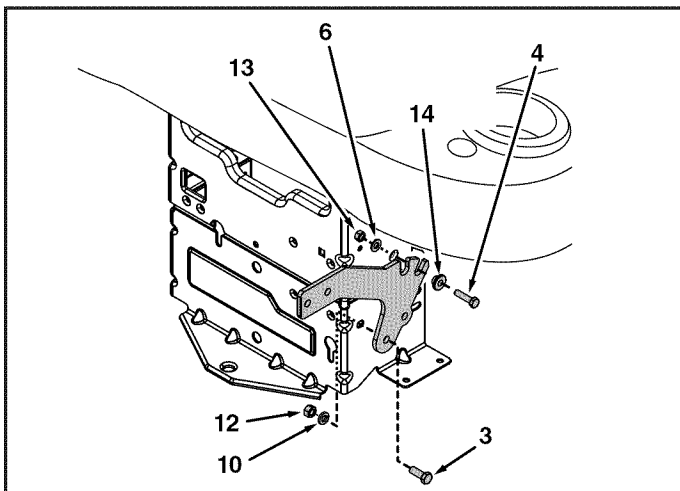

FIGURE 2
3. Montez le bas des deux bras du support (2a) sur les côtés de la barre d'attelage à l'aide de deux boulons hexagonaux de 3/8-16 x 1 po (3), de deux rondelles de blocage de 3/8 po (10) et de deux écrous hexagonaux de 3/8-16 (12). Voir la figure 2.
4. Fixez le haut des deux bras des supports (2a) aux côtés de la barre d'attelage, en vous servant des deux encoches à l'avant des bras. Fixez à l'aide de deux boulons hexagonaux de 5/16-18 x 1-1/4 po (4), des bagues épaulées (14), de deux rondelles de 5/16 po (4) et de deux contre-écrous de 5/16 po (13). Voir la figure 2.